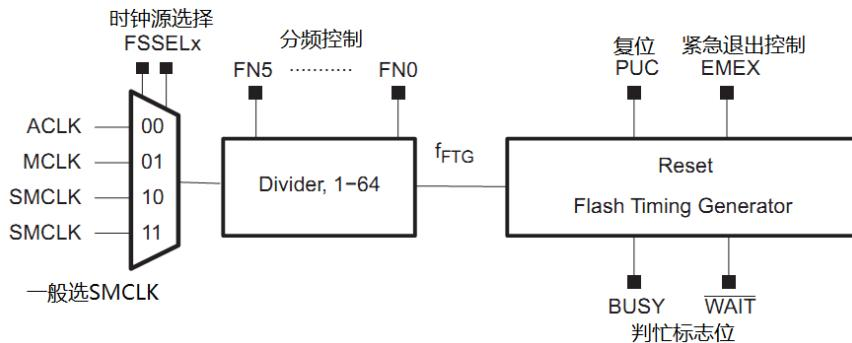

图 16.5 Flash 时钟控制器
如图 16.5 所示为 Flash 时钟结构，可以选择时钟来源和分频系数。
- 1) BUSY=0 代表 Flash 控制器空闲。与我们一般编程习惯不同，BUSY=1 时禁止干任何事情，只能用 `while(FCTL3&BUSY)` 语句死循环等待 BUSY=0。要是等的不耐烦了，写图 16.5 中所示的 EMEX 紧急退出控制位强行终止 Flash 操作。